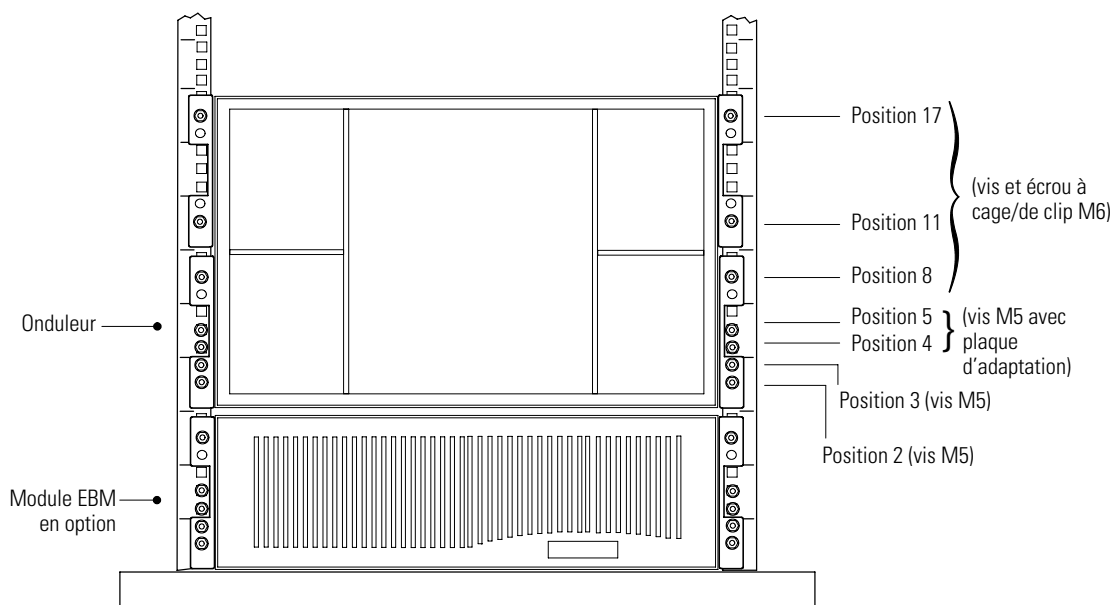

Figure 4. Fixation de l'avant de l'onduleur
REMARQUE L'onduleur occupe les positions 1 à 18 (voir la Figure 4 à la page 29).
1. À l'aide de deux vis de mécanique M5 et d'une plaque d'adaptation, fixez le rail à l'avant de la baie (voir la Figure 4 à la page 29).
7. Installez six écrous à cage ou de clips comme illustré à la Figure 4.
9. Fixez l'avant de l'unité à la baie comme illustré à la Figure 4.